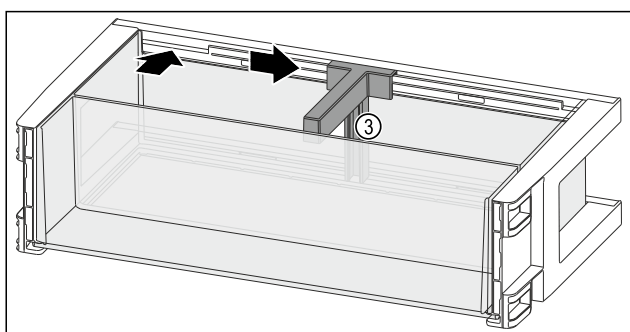

Fig. 115
- ▶ Установите держатель для бутылок Fig. 115 (3) в выемку.
- ▶ Сместите держатель для бутылок Fig. 115 (3) в нужное положение в сторону.